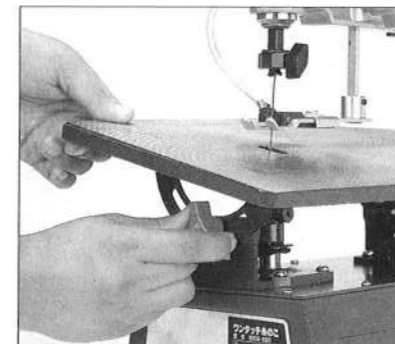

図3
- テーブルを本体のブラケットの上に置き、前後のテーブルガイドを固定ネジで強く締めして下さい。テーブルは0°～45°の間で傾斜させることができます。(図3参照)